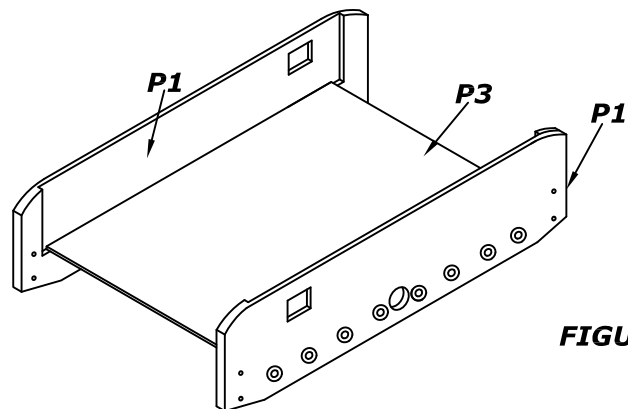

FIGURE 1
1. INSERT PLAY FIELD **P3** INTO THE GROOVE ON THE SIDE PANELS **P1** WITH GRAPHICS FACING DOWN. SEE **figure 1**